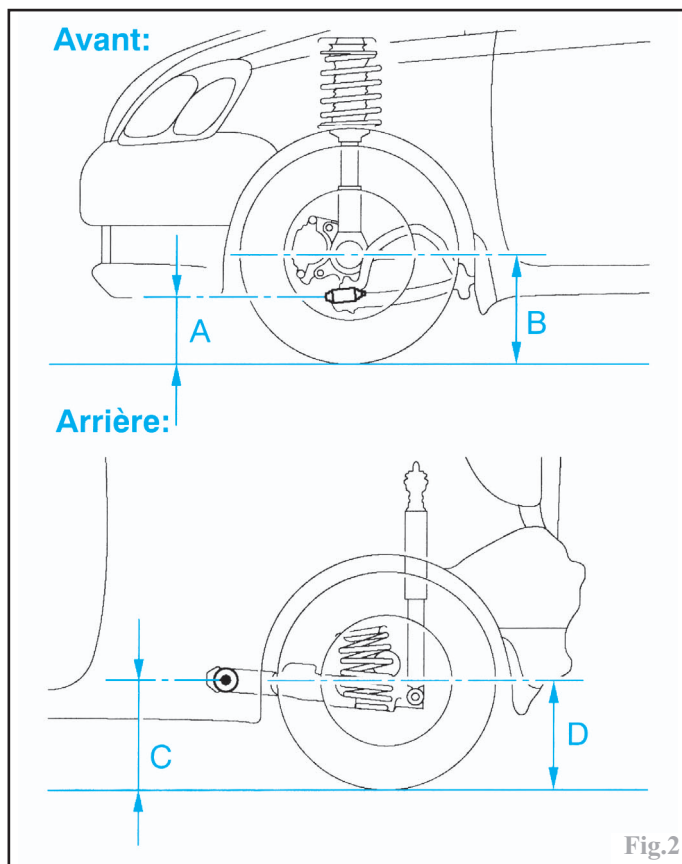

Fig.2
**A** : Garde au sol du centre de la vis de montage du bras de suspension (Fig.2).